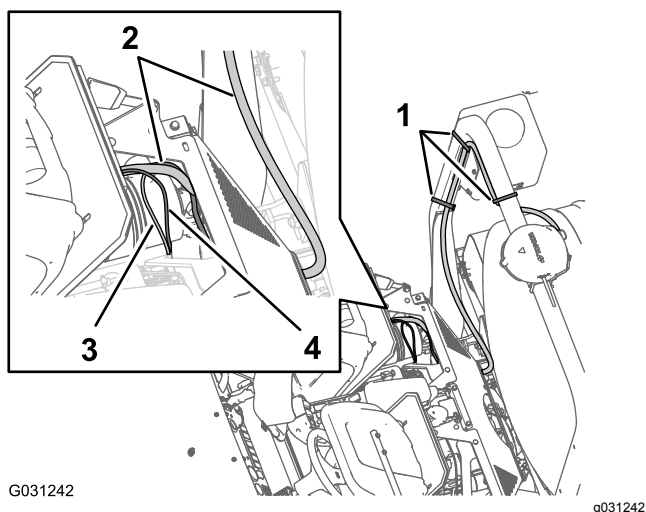

図 136
1. 電装ハーネスの 100cm の枝線図 136についている1ピンコネクタを、車両本体の前方ハーネスと後方ハーネスが相互接続しているところへ導く図 92 前ハーネスと後ろハーネスを相互に接続する (ページ 39)を参照
2. データ用ハーネスの 100cm の枝線 図 136 についている4ピンコネクタCAN 2 / スプレーヤコントローラ用を、車両本体の前方ハーネスと後方ハーネスが相互接続しているところへ導く 図 92 前ハーネスと後ろハーネスを相互に接続する (ページ 39) を参照。